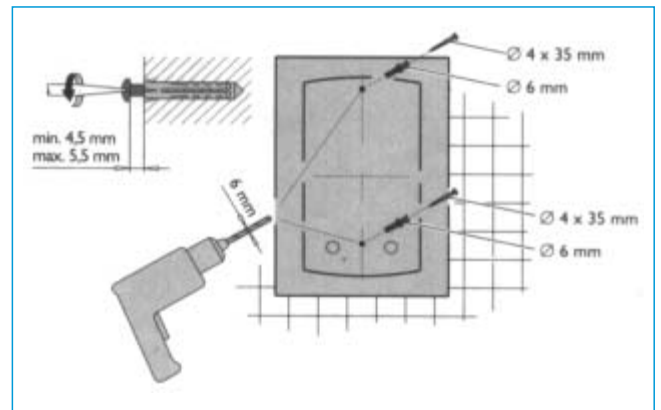

Fig. 8
4. Con ayuda de la **plantilla de montaje** determinar la posición de los orificios de fijación y **taladrarlos**. Insertar los **tacos** y atornillar los tornillos (tener en cuenta la profundidad de atornillado, ver la fig. 8).